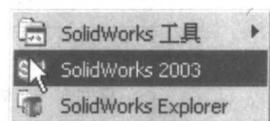

图 1-16 启动方法 1
(1) 在 Windows 环境下选择【开始】|【程序】|【SolidWorks 2003】，然后单击其子菜单中的【SolidWorks 2003】命令，如图 1-16 所示。
(2) 用鼠标双击桌面上的 SolidWorks 2003 图标 。